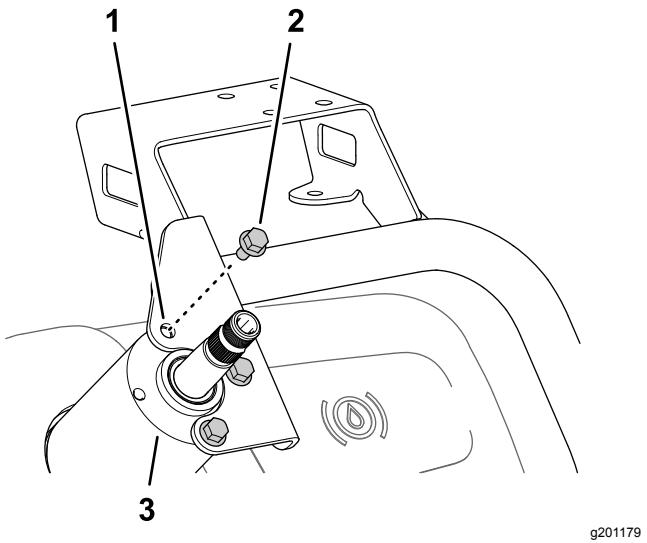

Figura 161
- Instale a montagem do monitor na caixa da válvula da direção (Figura 161) com os 3 parafusos de cabeça flangeada (6 x 12 mm).